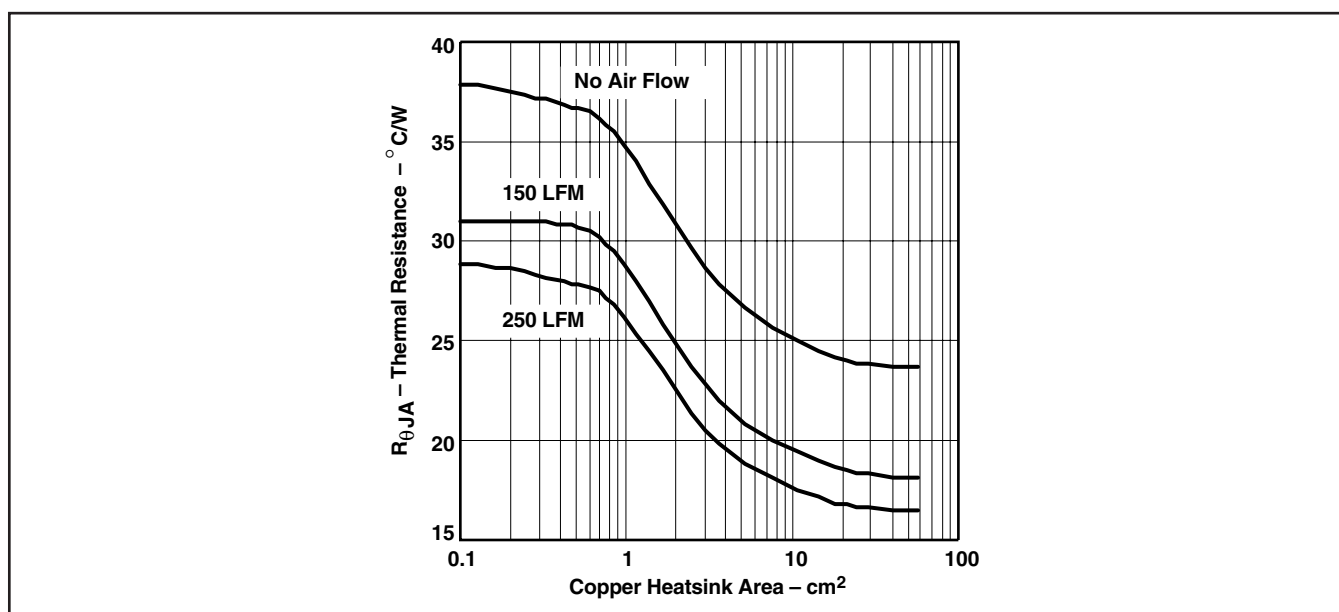
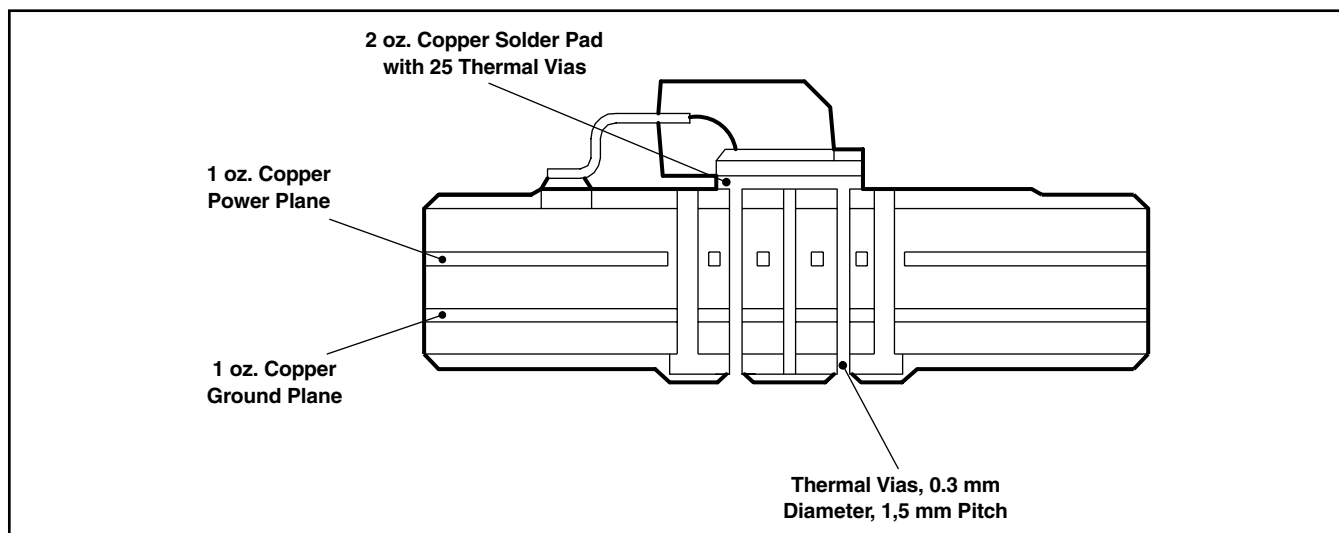

図 21. DDPKの熱抵抗対銅ヒートシンク面積
図 22. DDPKの熱抵抗
式 (5) と、図21および図24に示すコンピュータ・モデルにより生成された曲線を使用すれば、特定の周囲温度、消費電力、および動作環境に対して、必要なヒートシンクの熱抵抗と基板面積を容易に求める事ができます。
図21「DDPAKの熱抵抗対銅ヒートシンク面積」から、デバイスが2.5Wを消費するためには1cm²のグラウンド・プレーンが必要です。図21を得るためにコンピュータ・モデルで使用した動作環境は、標準JEDEC High-K (2S2P) 基板で、1オンスの内部銅プレーンおよびグラウンド・プレーンから構成されています。パッケージは、2オンスの銅パッドに半田付けされます。このパッドは、サーマル・ビアを通して1オンスのグラウンド・プレーンに接続されます。図22に、コンピュータ・モデルで使用した動作環境の側面図を示します。